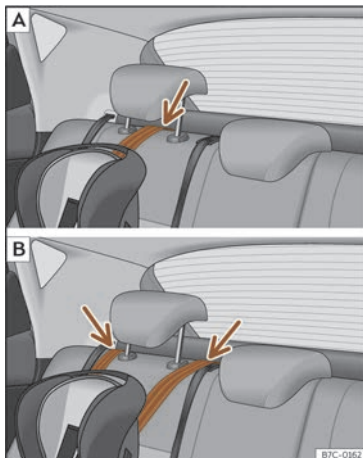

Fig. 27 Seients posteriors: ajust i muntatge en funció del cinturó Top Tether.
- Col·loqueu la corretja per sota del reposacaps del seient posterior»» **fig. 27** (en funció de les instruccions de la mateixa cadira, aixequu o retireu el reposacaps si és necessari).